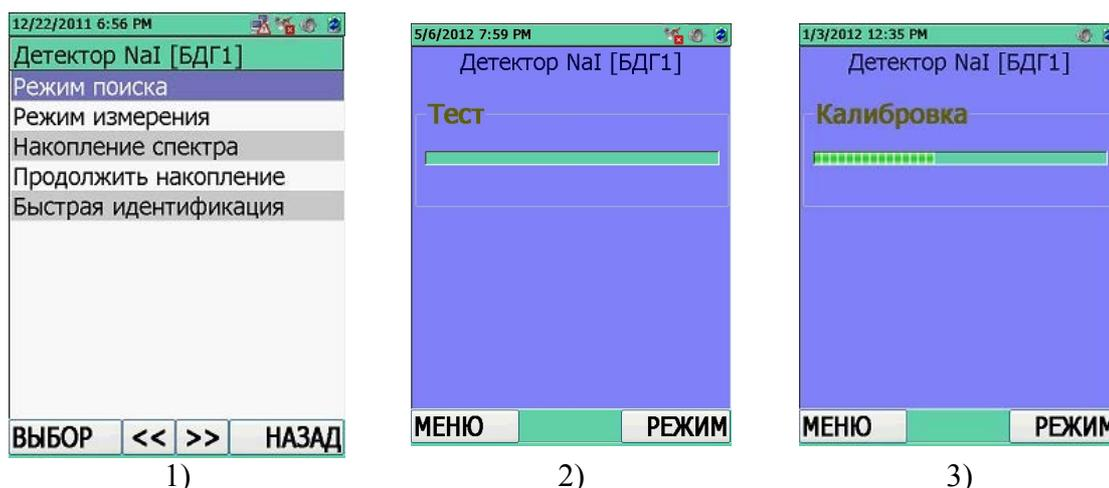

Рисунок 6.4
Для того чтобы войти в режим индикации режимов работы БДГ1, следует выбрать строку "Детектор NaI [БДГ1]". В открывшемся меню отображаются режимы работы БДГ1, рисунок 6.4 (1). Выбор строки осуществляется с помощью курсорных кнопок БДОИ в последовательности: Режим поиска → Режим измерения → Накопление спектра → Продолжить накопление → Быстрая идентификация. Переход в режим работы – с помощью кнопки ВЫБОР.
На ЖКИ БДОИ индицируется убывающая линейная шкала, указывающая на временной интервал, оставшийся до окончания процесса тестирования, рисунок 6.4 (2).
По завершении тестирования БДГ1 автоматически переходит в процесс калибровки по уровню гамма- фона, рисунок 6.4 (3). На аналоговой шкале в относительных единицах индицируется время, прошедшее с начала калибровки. Заполнение шкалы означает окончание калибровки. По окончании калибровки БДГ1 переходит в режим поиска источников фотонного излучения.
В режим измерения МЭД фотонного излучения БДГ1 входит при выборе в окне отображения режимов работы пункта меню "Режим измерения", рисунок 6.4 (1).